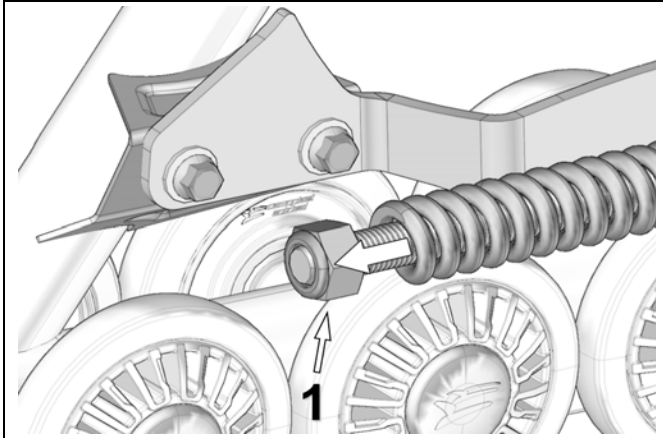

Abbildung 8
- Mutter (1), die den Gummikegel der Stabilisierungsstange zusammendrückt, lösen. Siehe Abbildung 8.